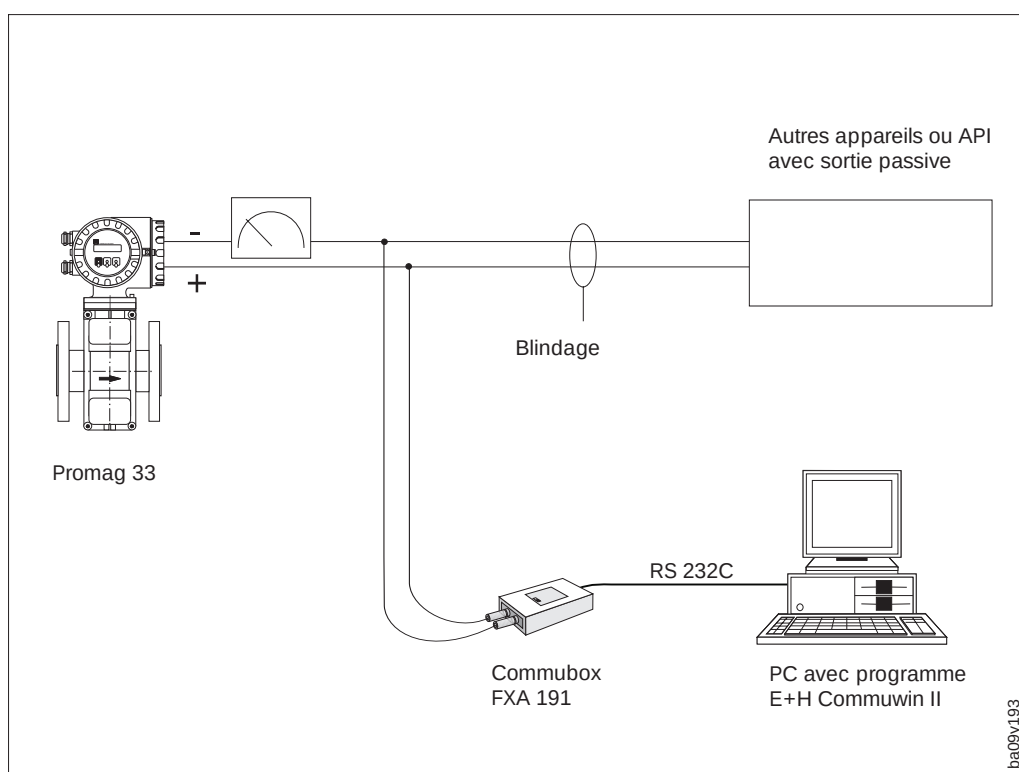

Fig. 44
- raccordement via le câble de signal analogique 4...20 mA de la sortie courant ; voir fig. 44